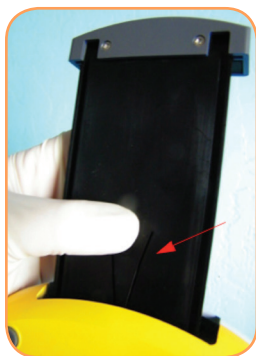

FIGURA 126
4. Eleve el lector para mostrar la parte inferior de la guía de la bandeja (Figura 126).